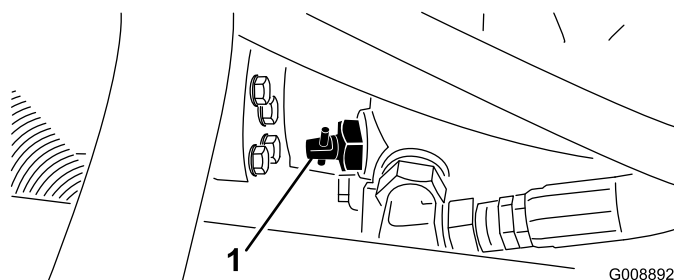

図 31
1. 油圧ポンプについているバイパスバルブ図31を90°回転させる。